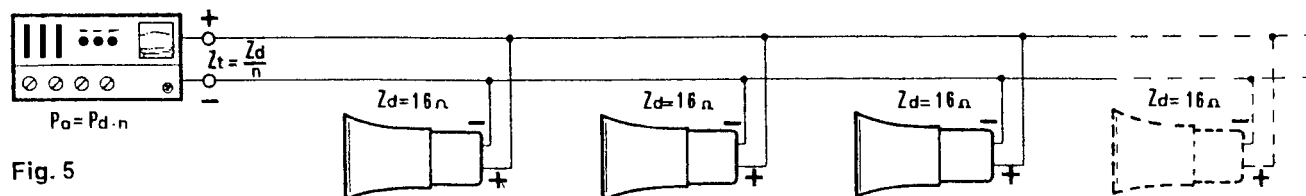

Fig. 5
b) In parallelo (fig. 5)
b) en parallèle (fig. 5)